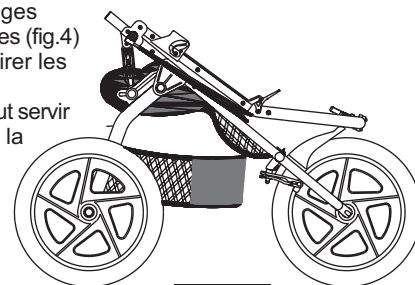
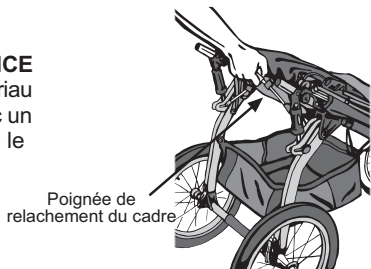
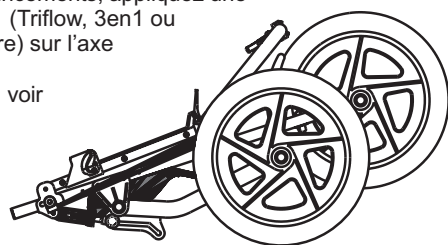

Fig. 22
Fig. 23
Fig. 24
**12 PLIAGE:** Lorsque l'enfant est hors de la poussette et que le "low boy" est vide de son contenu, les amortisseurs en position 1 (fig.2) vous pouvez effectuer le pliage. Appuyez à la fois sur les leviers gauche et droit de relâchement de la poignée et repliez celle-ci vers l'avant comme indiqué figure 22. Repérez la poignée de relâchement du cadre (cable) sous le siège (fig.23) et tirez la vivement vers le haut. Ceci permettra au cadre inférieur de se replier, voir figure 24. La poussette repliée peut être rendue plus compact en retirant les roues avant et arrière. La roue avant se retire en ouvrant le blocage rapide de frein (fig.10), en ouvrant le blocage rapide de la roue et en retirant celle-ci (voir section 6). Notez qu'il est parfois plus facile d'ouvrir le blocage rapide de frein avant de plier la poignée. Les roues arrière se retirent en ouvrant les deux blocages rapides des roues arrière (fig.4) permettant ainsi de retirer les roues.